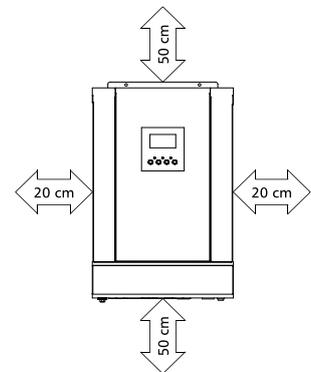

Abbildung 4:
- Um für eine ausreichende Belüftung und Zugänglichkeit zu sorgen, achten Sie bitte darauf die Abstände wie abgebildet (*Abb. 4*) einzuhalten. Dies betrifft sowohl Wände als auch andere Gegenstände.